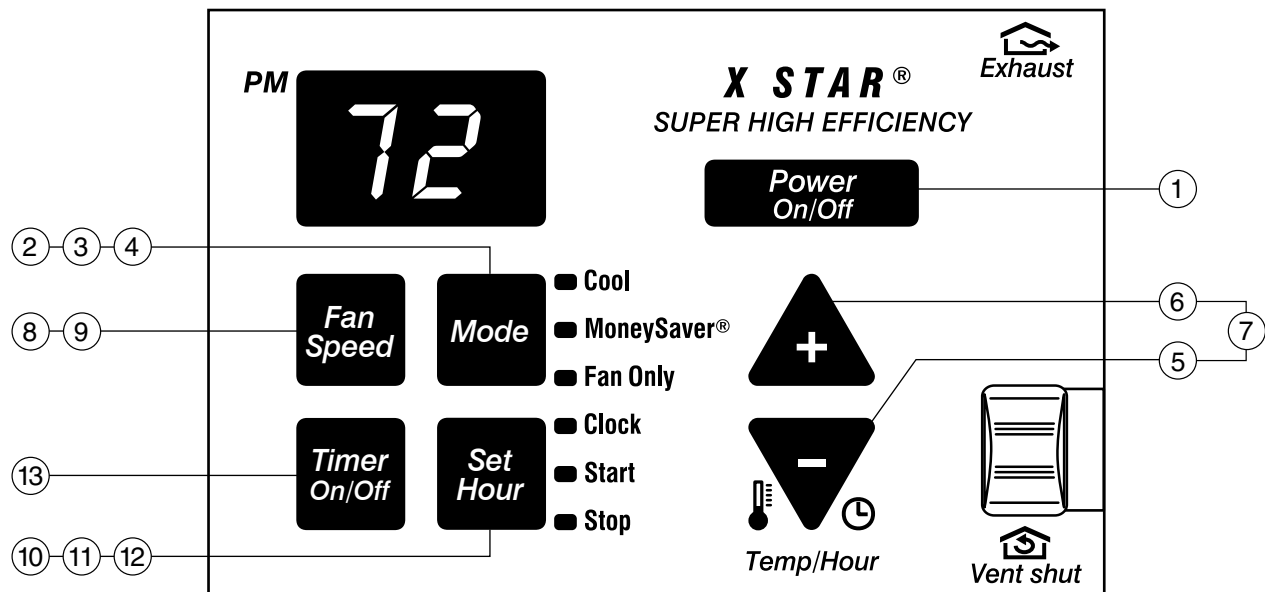

Figura 2
- 3 FAN ONLY (ventilador únicamente) - Presione el botón de FAN ONLY si desea hacer funcionar el ventilador únicamente. Usted puede querer hacerlo funcionar junto con la función de FRESH AIR / EXHAUST (aire fresco/tubo de escape) si desea traer aire fresco a la habitación o hacer salir el aire interior. (La función marcada EXHAUST [ESCAPE/DESCARGA] está localizada en el lado superior derecho del centro de controles electrónicos del aparato de aire acondicionado). Refiérase a la Figura 2 en la página 13.